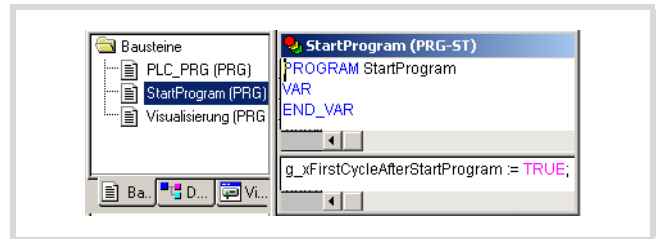

Abbildung 97: Startprogramm erstellen
► Schreiben Sie das Programm „StartProgram“ wie in → Abbildung 97.